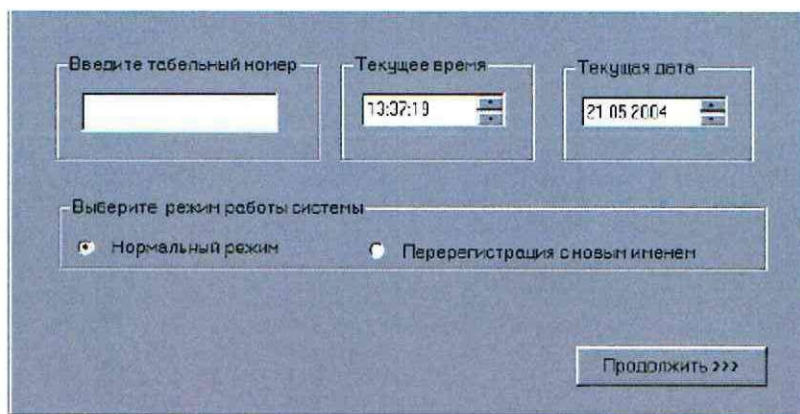

Рисунок 2. Вход на АРМ ДСП.
7.1.3 ДСП регистрируется на АРМ, вводит табельный номер, который в целях безопасности высвечивается символами «звездочка» и нажимает кнопку «Продолжить» (рисунок 2).